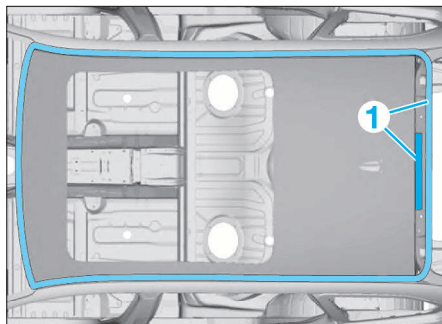

FIG. 46
- Défaire les cordons de soudure dans les zones (1) (Fig.46).